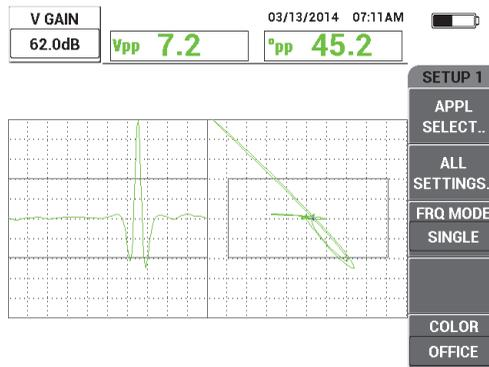

図 5-16 垂直ゲインの調整
- ゲインキー (**dB**) をさらに 2 回押して **V ゲイン** パラメーターにアクセスし、続いて信号が画面の上部に達するまで（つまり画面の高さ 100%）、ノブを使って垂直ゲインを調整します（139 ページの図 5-16 を参照）。